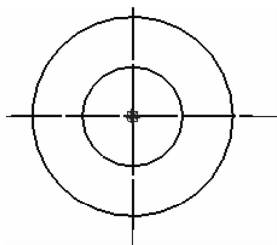

图 6-143 绘制同心圆
(9) 单击【主页】选项卡【绘图】区域下的  【圆】按钮下的【中心和点画圆】，在弹出的菜单栏中的 直径(D): 【直径】中填入值 14mm 和 28mm，在下方的点画线中心绘制直径分别为 14mm 和 28mm 的同心圆，如图 6-143 所示。